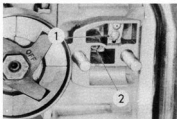

Fig. 26 (modell 1-43)
2. Torka bort all olja och smuts från luftningsventilen (fig. 26).